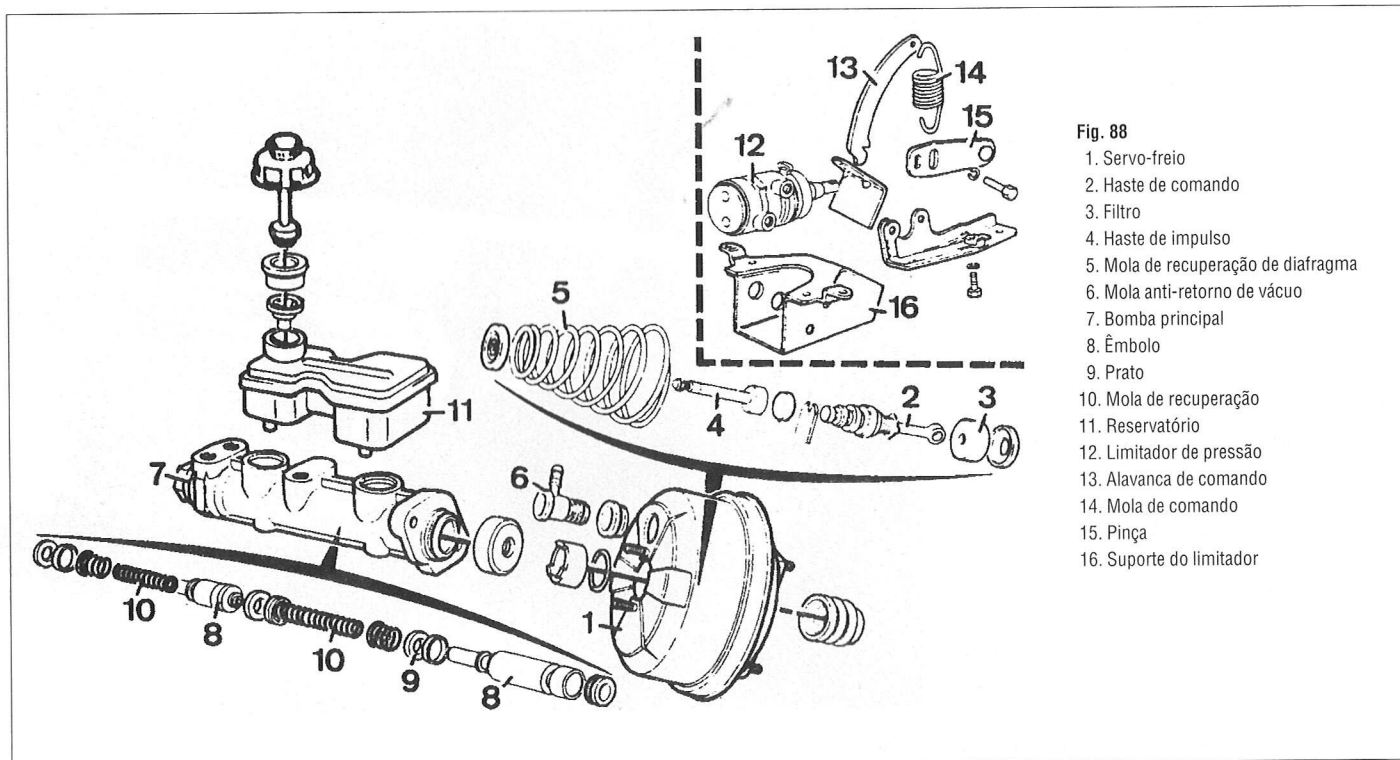

Fig. 88
8.2.3. BOMBA PRINCIPAL (7, Fig. 88)